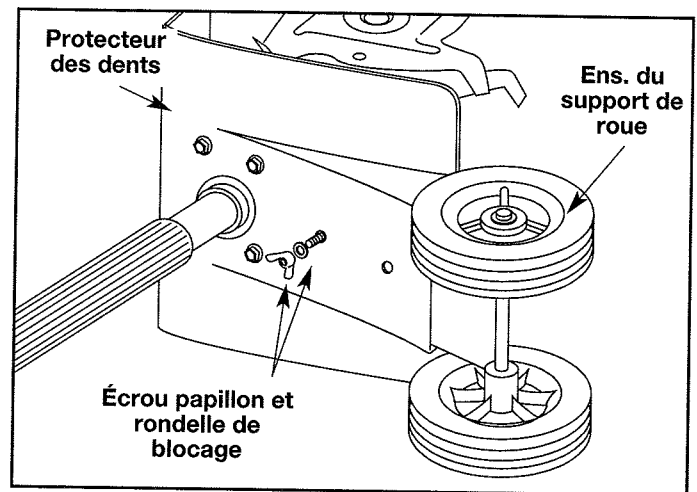

Fig. 2
1. L'appareil étant sur le côté, placez le support de roue sur le dessous du protecteur des dents (Fig. 2).
3. Installez, sur le dessus du protecteur, une rondelle de blocage et un écrou papillon sur chacun des boulons (Fig. 2).